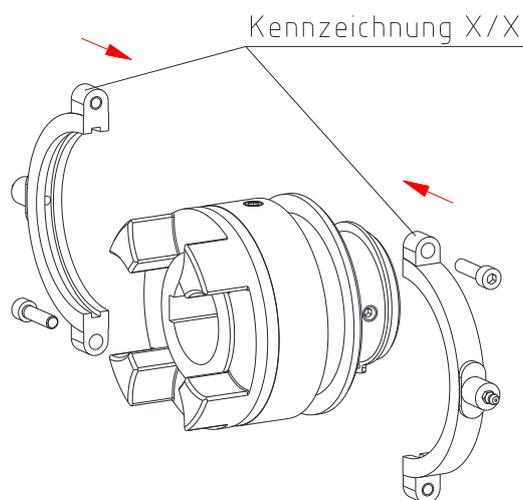

Bild 11: Montage des Schleifringes
- Setzen Sie die gelösten Schleifringhälften in die Schaltnut der SD-Nabe (Bauteil 3) (siehe Bild 11). Hierbei auf die gekennzeichnete Position der Schleifringhälften achten.
- Sichern Sie die Schaltwelle axial durch den Klemmring (Bauteil 3.5) und den Klemmschrauben des Schalthebels (Bauteil 3.7) (siehe Bild 11).